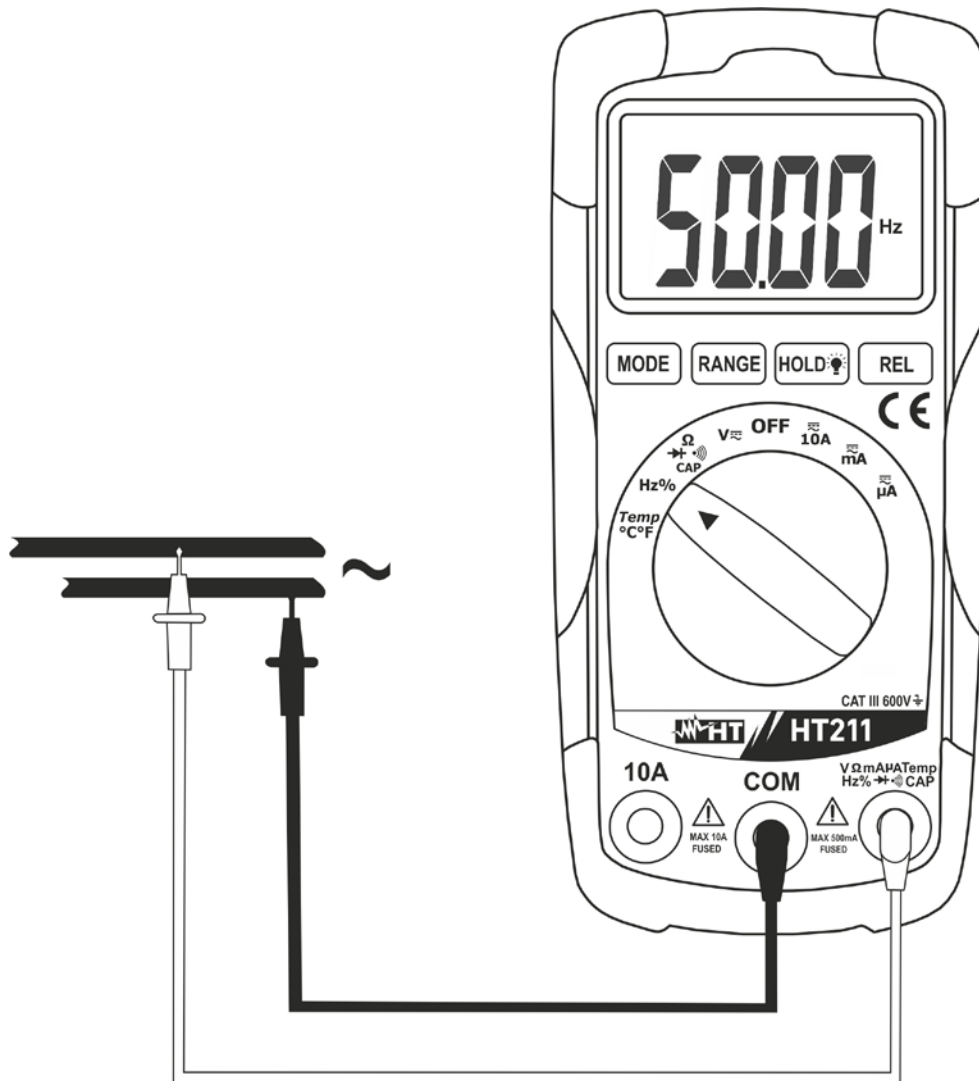

Abb. 8: Frequenzmessung & Tastverhältnis
3. Verbinden Sie nun die rote und die schwarze Messleitung mit der Anlage wie oben gezeigt (s. Abb. 8). Die Frequenz auf dem Display wird angezeigt